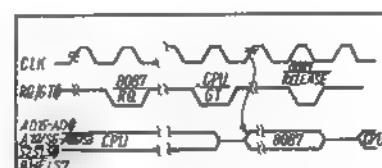
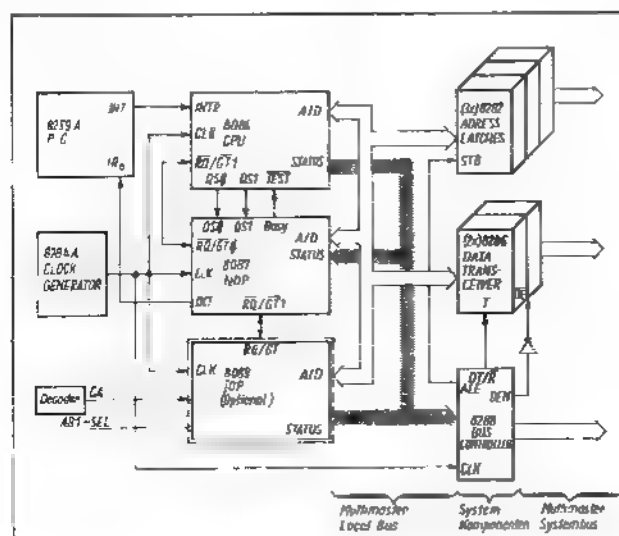

Bild 7.2 RQ/GT-Zeitdiagramm
Bild 7.1 Systemkonfiguration mit Arithmetikkoprozessor 8087 und mit I/O-Prozessor
Der Arithmetikkoprozessor 8087 ist nur in Zusammenarbeit mit der 8086 88-CPU einsetzbar. Seine interne Struktur ermöglicht die Ausführung von numerischen Operationen mit hoher Geschwindigkeit und Präzision. Tafel 7.1 zeigt eine Zusammenstellung von Befehlsausführungszeiten beim Koprozessor 8087 im Vergleich zur 8086-CPU-Emulation. Für den Anwender erscheint die Verbindung der CPU mit dem Arithmetikkoprozessor als ein komplexer Mikroprozessor mit vergrößertem Befehlsvorrat. Der 8087 liefert dem System neue Datentypen, neue Register und 68 neue Befehle. Er arbeitet parallel zur Master-CPU, das heißt, er dekodiert parallel den Befehlsstrom, führt aber nur diejenigen Befehle aus, die für ihn bestimmt sind (ESCAPE-Befehle). Die schaltungstechnische Realisierung der Verbindung von Arithmetikkoprozessor 8087 mit der 8086-CPU zeigt Bild 7.1. Die Statussignale  $SO-S2$  und die Queue-Statussignale  $QS0-QS1$  ermöglichen dem 8087 das „Mithören“ und Dekodieren der Befehle parallel zur CPU. Zum Synchronisieren wird das BUSY-Signal benutzt, das mit dem TEST-Eingang der CPU verbunden ist und von der CPU abgefragt wird.
Wie aus Bild 7.1 ersichtlich, werden beide Prozessoren ohne zusätzlichen Hardwareaufwand miteinander verbunden. Der Adreß-, Daten- und Steuerbus wird von beiden Prozessoren gemeinsam genutzt. Diese Konfiguration erfordert eine Arbitrierungslogik zur Kontrolle der aktuellen Buszuweisung. Der Busanforderungs-, Busübernahme- und Busrückgabezyklus wird mit Hilfe der bidirektionalen RQ/GT-Leitung realisiert (Bild 7.2). Dieses Signal muß an RQ/GTO oder RQ/GT1 der CPU angeschlossen werden. Der Request/Grant-Sequenz läuft in drei Etappen ab:
- Der 8087 wartet auf den Grant-Impuls von der CPU. Der 8087 startet einen Buszyklus nach Eintreffen des Grant-Impulses und übernimmt damit die Buskontrolle. Falls der Request-Impuls von einem anderen Master (8089) kam, leitet er den Impuls an seinen RQ/GT1-Anschluß weiter (Bild 7.1).